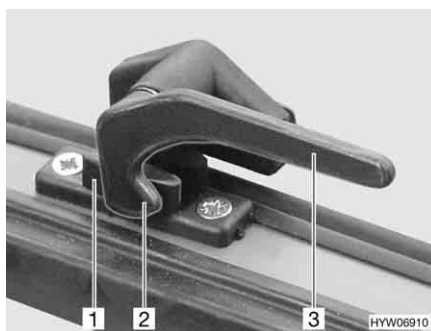

Fig. 12 Leva di serraggio in posizione "Chiuso"
- Ruotare la leva di serraggio (Fig. 12,3) di un quarto di giro verso il centro della finestra.
- Ruotare la leva di serraggio (Fig. 12,3) di un quarto di giro verso il telaio della finestra. Il nasello di chiusura (Fig. 12,2) si trova sul lato interno della chiusura della finestra (Fig. 12,1).
- In posizione "Completamente chiusa" (Fig. 12).